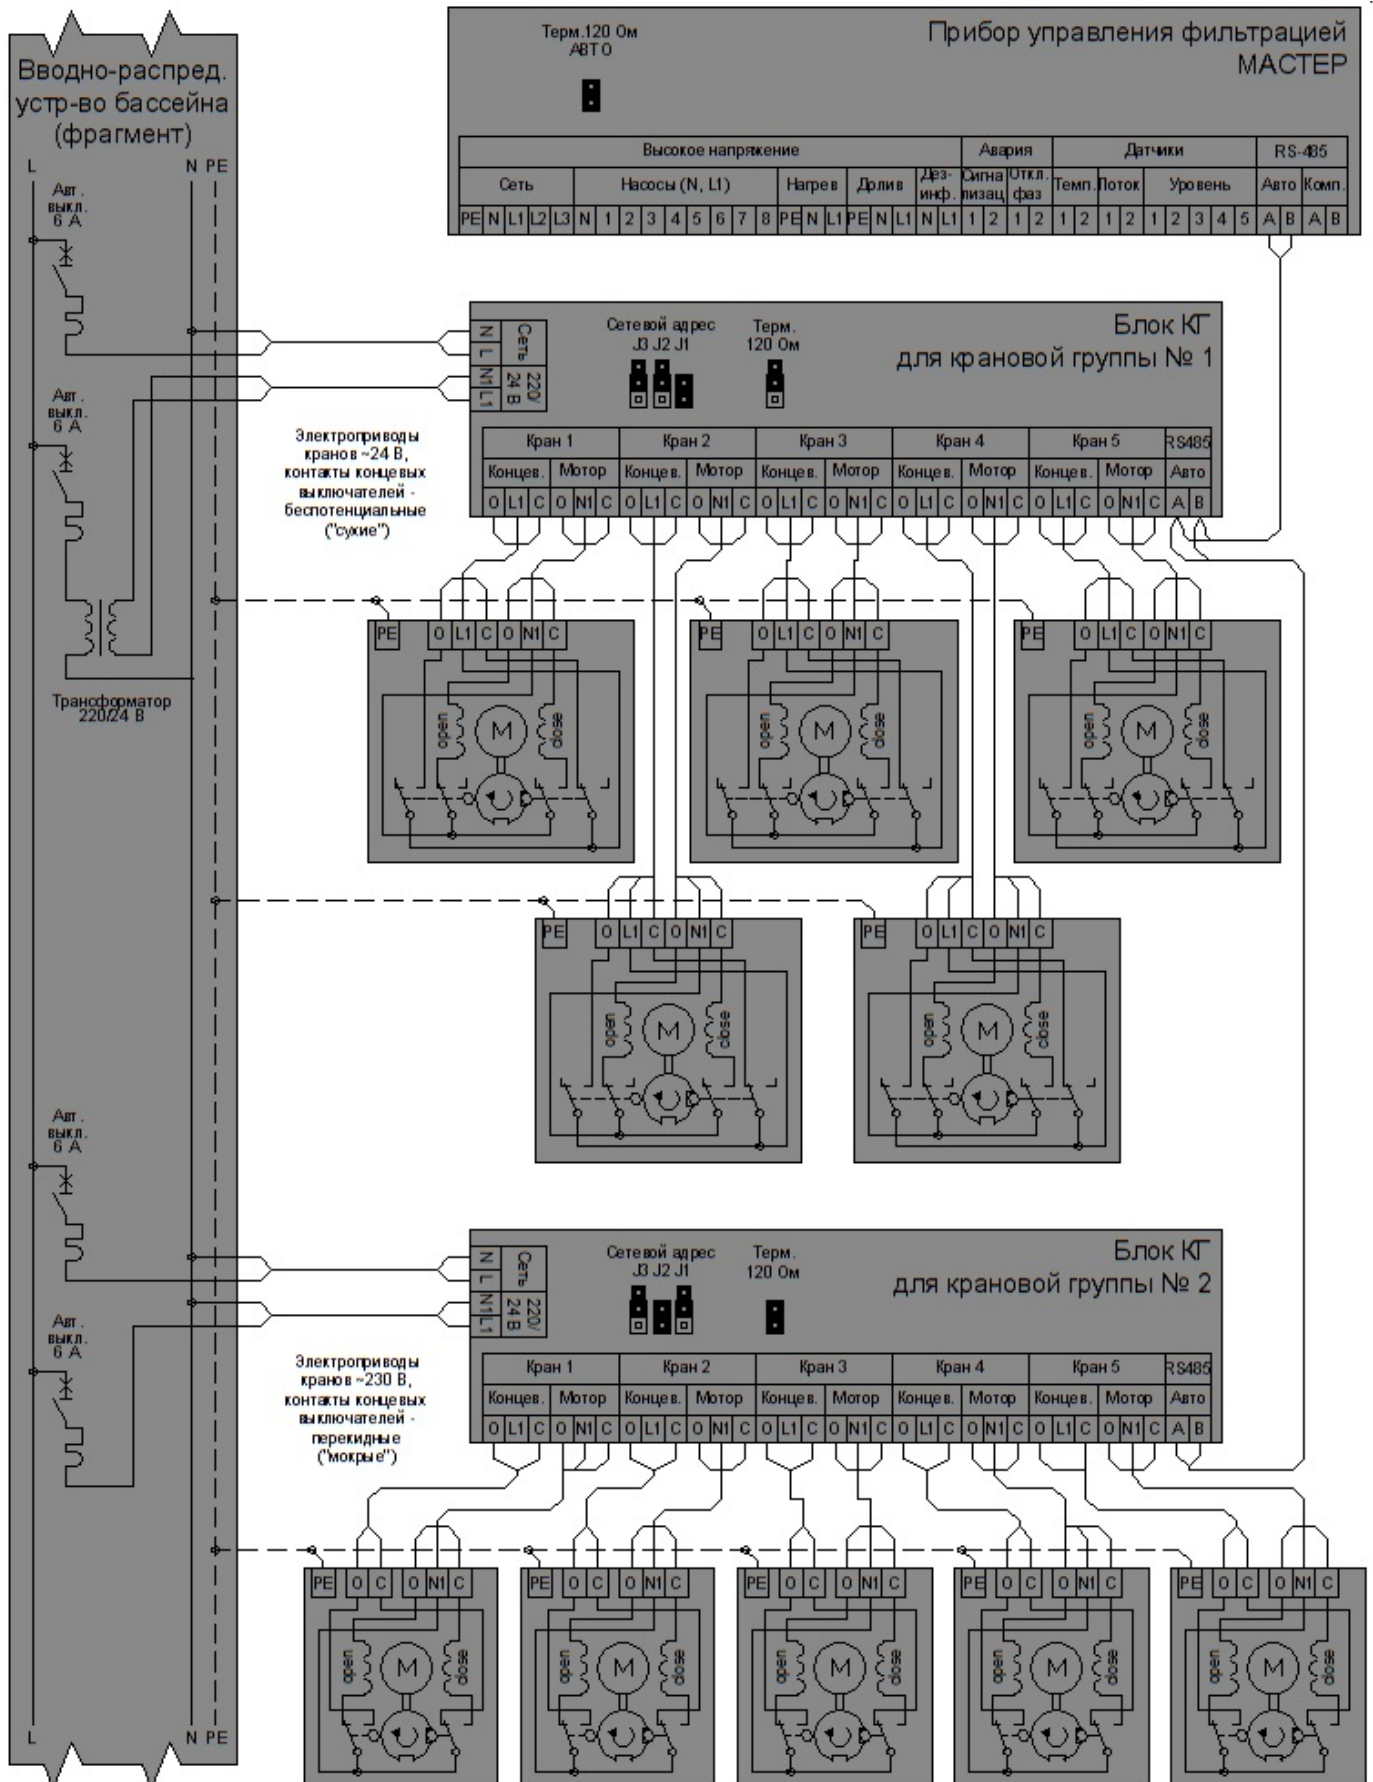

Рис.4.3-4 Схема подключения блоков КГ для разных типов электродвигателей кранов
Примеры подключения блока КГ и электроприводов кранов изображает схема на рис. 4.3-4. Эта схема даёт наглядное представление по следующим вопросам:
На схеме рис.4.3-4 для прибора управления фильтрацией МАСТЕР показано только то его соединение, которое используется для управления крановыми группами; остальные соединения прибора МАСТЕР условно не показаны.
- убедиться, что во вводно-распределительном устройстве бассейна выключены автоматические выключатели, относящиеся к блоку КГ (см. рис.4.3-4);